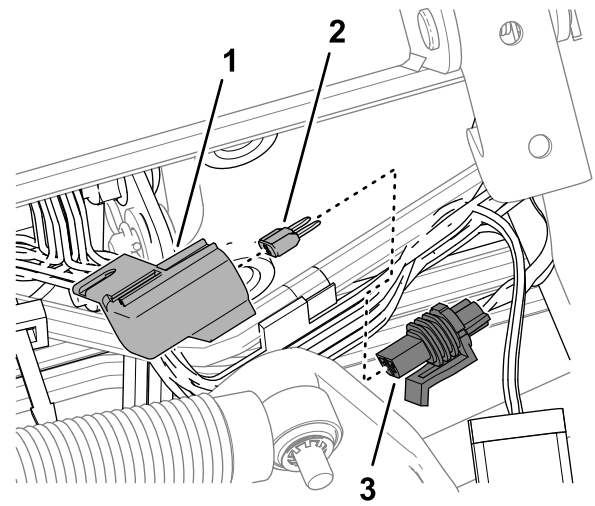

Figura 88
3. Retire el tapón del portafusibles en línea marcado 10 A FUSE TELEMATIC PWR () Figura 88.